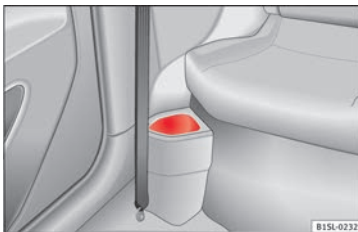

Bild 127 I främre delen av baksätet: förvaringsutrymme
- Framför baksätena » **bild 127**.